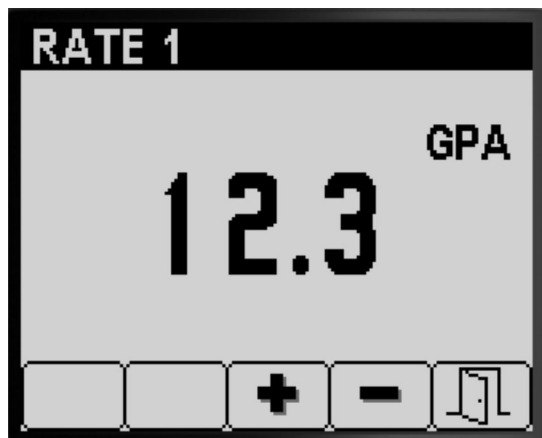

图 7
3. 按 3 号或 4 号按钮设可设置升高或降低打药机喷洒率 图 7。